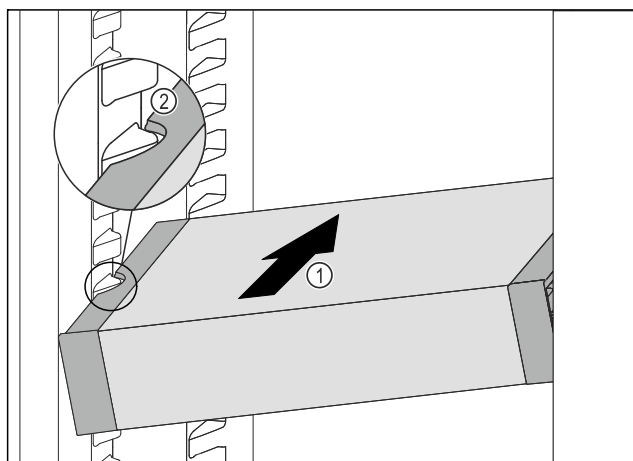

Fig. 148
- Zasuňte VarioSafe do chladničky pod úhlem tak Fig. 148 (1), aby vybrání na bocích Fig. 148 (2) VarioSafe byla na úrovni žebrování na nádoby v chladničce.